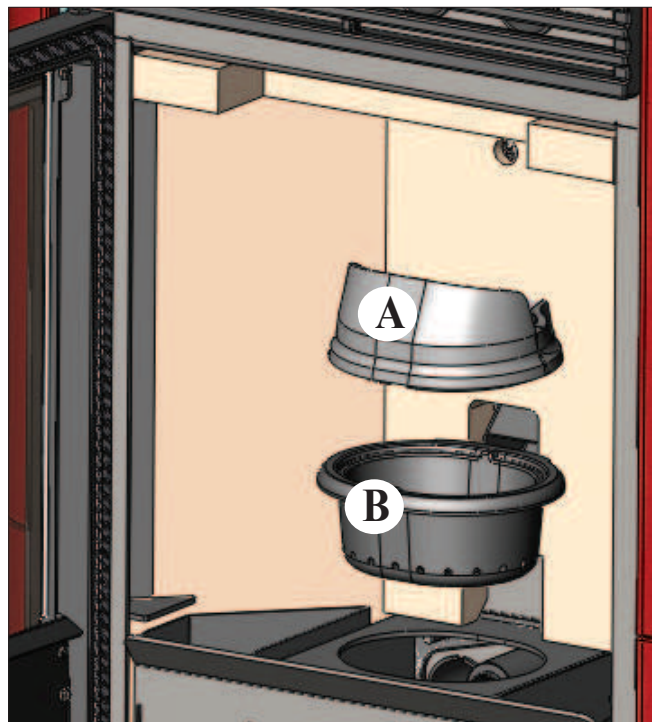

fig. 1
După curățarea obișnuită, cuplarea **INCORECTĂ** a creuzetului superior (A) (fig. 1) cu creuzetul inferior (B) (fig. 1) poate compromite funcționarea sobei.